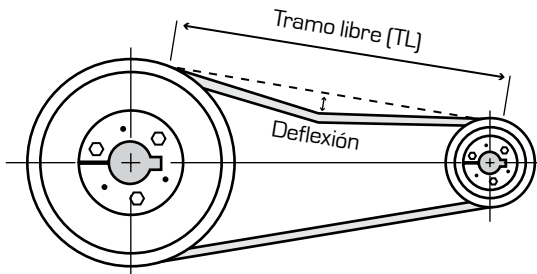

Fig 27.
1. Con un flexómetro o cualquier otro instrumento, mida el tramo libre (TL) de las correas en metros (Fig. 27) o calcúlelo de la siguiente manera: